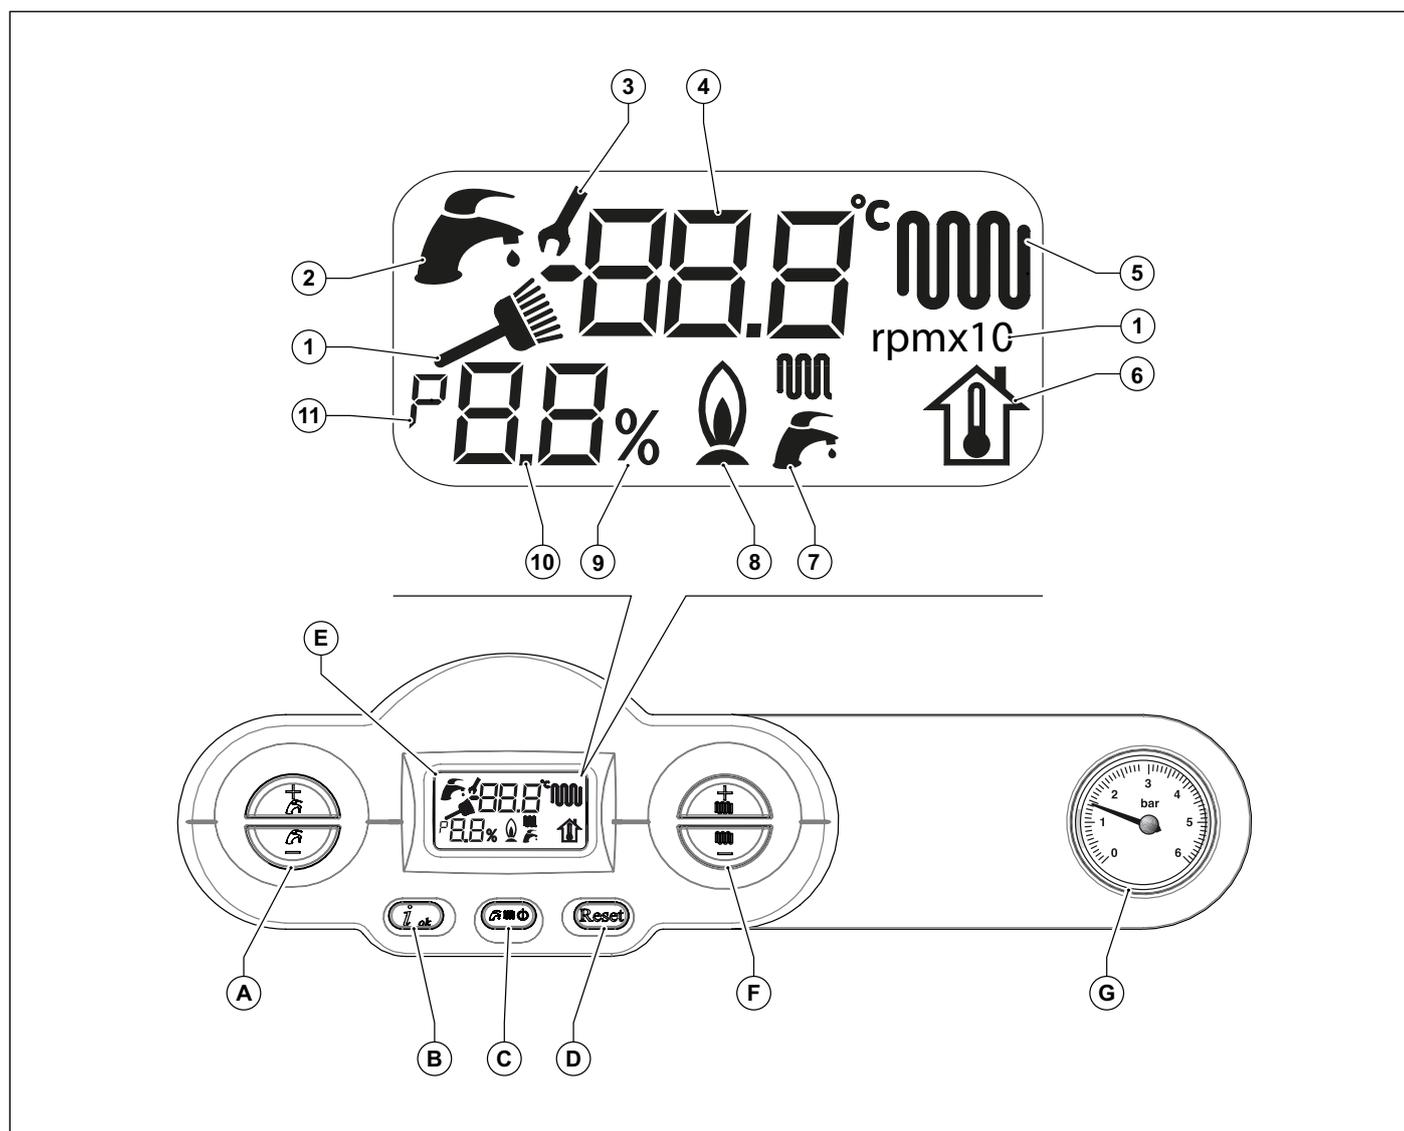

Fig. 1 Pannello comandi
| Fig. 1 Pannello comandi . . . . .                       | 9  |
- Scegliere il sistema di funzionamento della caldaia: OFF/ESTATE/INVERNO/SOLO RISCALDAMENTO (Vedi tasto (C) nella Fig. 1 Pannello comandi a pagina 9).